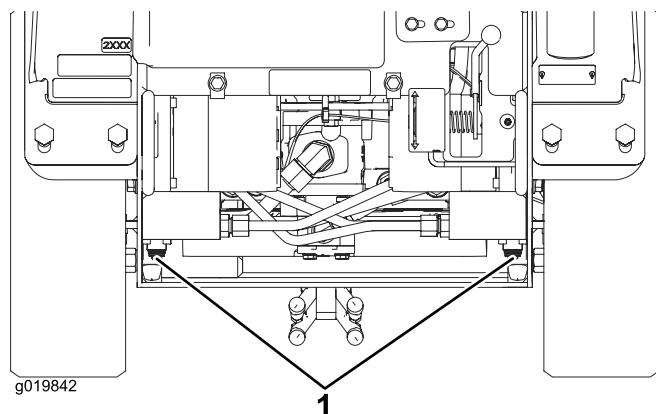

Figure 19
4. À l'aide d'une clé, donnez deux tours dans le sens antihoraire aux vannes de remorquage situées sur les pompes hydrauliques (Figure 19).